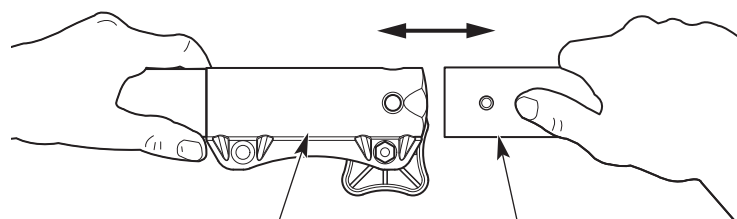

Fig. 2
4. Retirez l'accessoire du coupleur (Fig. 2).